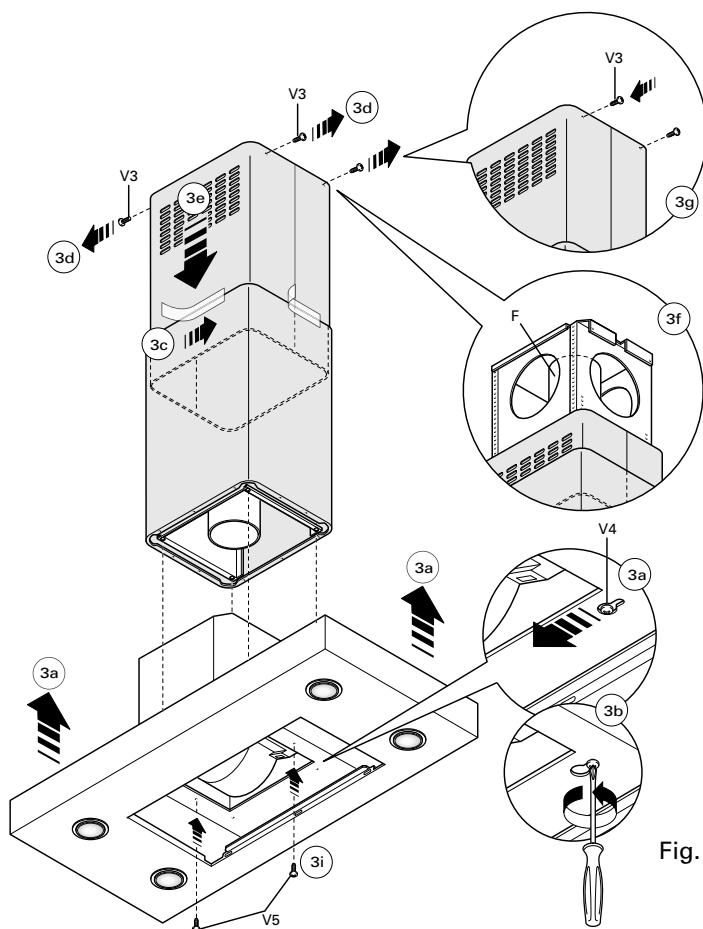

Fig. 3
- Határozza meg a megfelelő magasságot a merev vagy hajlékony gőz elvezető cső számára (F). Rögzítse a csövet a mennyezeten lévő kivezető nyíláshoz. (szabadba történő kivezetésnél )
- Rögzítse a már előzőleg összeszerelt hosszabbítás – kürtő egységet ( D+E ) az elszívó tartójához (C) a 4 metrikus csavar segítségével , a már meglévő nyílásokat használva. (3. rajz – Fig. 3 )
- Rögzítse az elszívót a hosszabbítás – kürtő egységhez (D+E) melyet már előzőleg a (C) tartóhoz rögzített, a 4 szárnyas anyacsavar (G) meghúzásával. (3. Rajz – Fig. 3 )